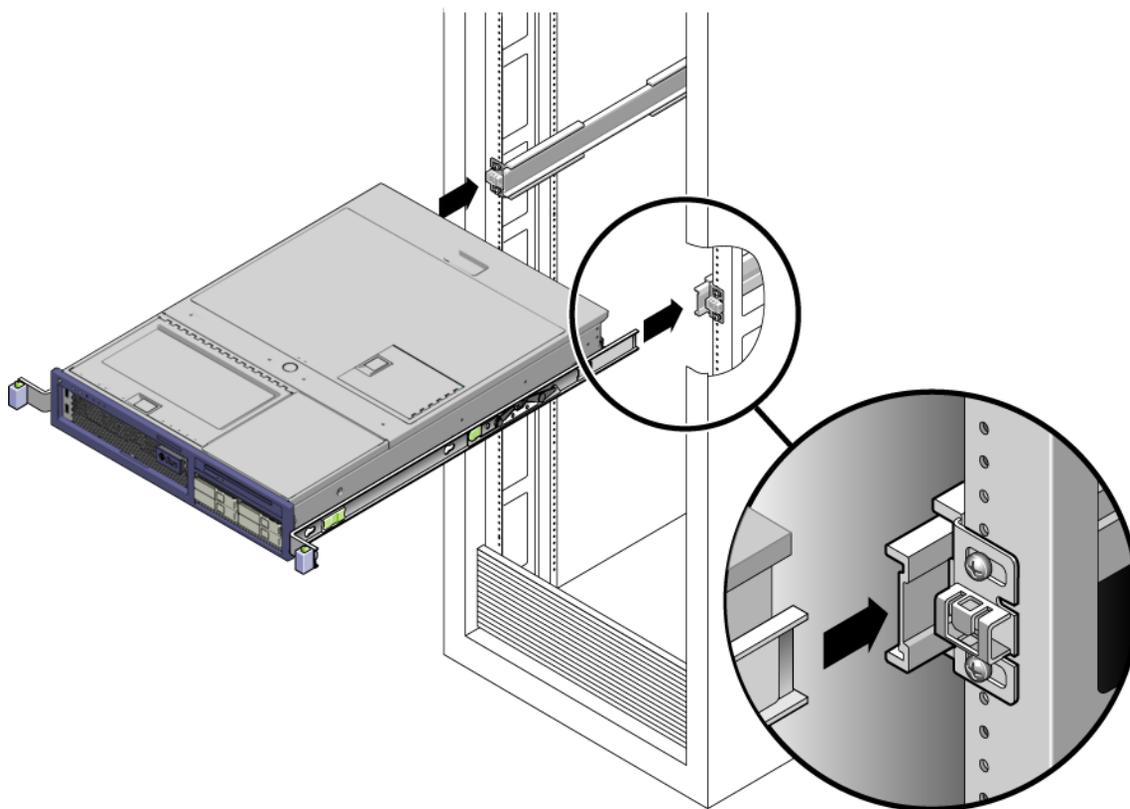

FIGURE 2-7 Montage du châssis sur les rails coulissants
10. Insérez les extrémités des supports de montage dans les rails coulissants (FIGURE 2-7).